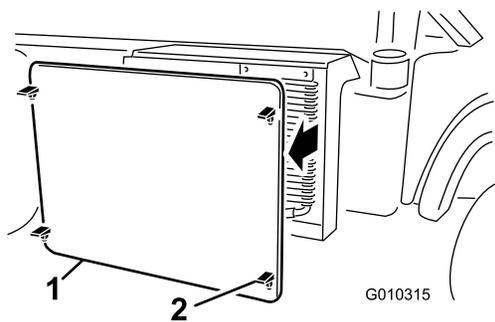

Рисунок 53
5. Расфиксируйте защелки и снимите решетку радиатора с передней стороны радиатора (Рисунок 53).